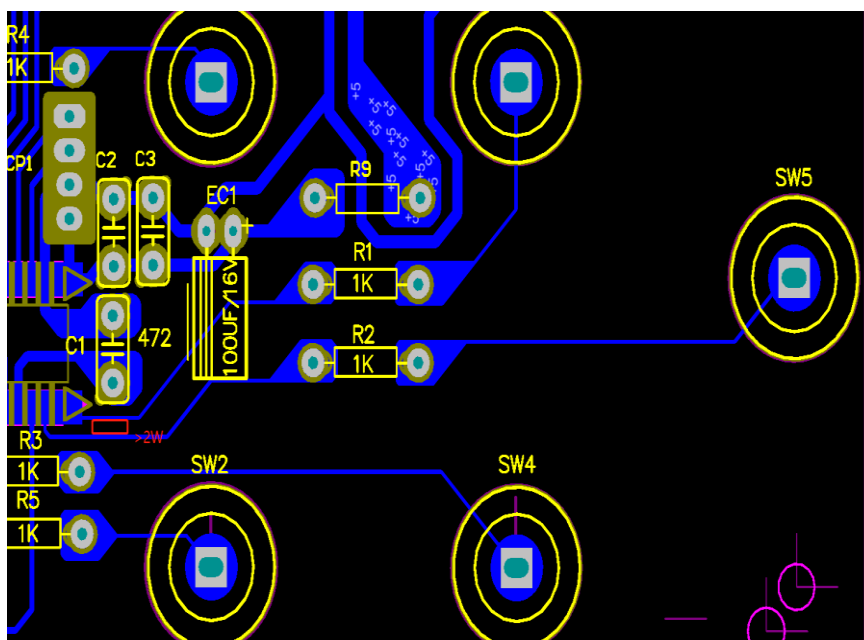

图 21
- 3) 不同 TK 通道的走线彼此间的距离尽可能的保证在两倍线宽以上, 如下图 21 所示;